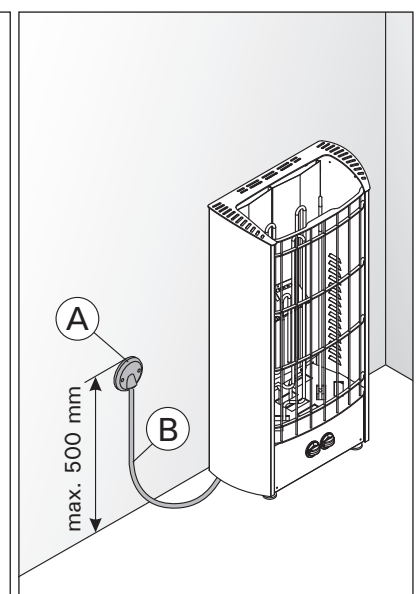

Рисунок 7. Кабели
- Каменка гибким проводом подсоединяется к соединительной коробке (рис. 7: А) на стене сауны. Соединительная коробка должна быть брызгозащищенной и находиться на расстоянии не более 500 мм от пола.
- В качестве кабеля (рис. 7: В) следует использовать резиновый кабель типа HO7RN-F или подобный. **ВНИМАНИЕ! Использование кабеля с ПВХ-изоляцией запрещено вследствие его разрушения под воздействием тепла.**